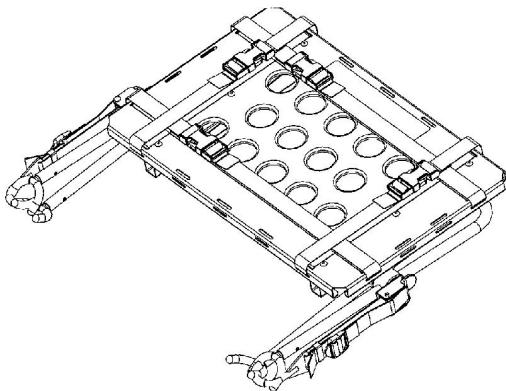

Figura 16 – Posición de almacenamiento
1. Coloque la plataforma para el desfibrilador en la posición de almacenamiento (Figura 16).